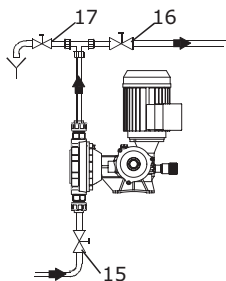

Рис. 17 Начальный пуск
1. Откройте всасывающий и нагнетательной запорные клапаны (15, 16), если они установлены (см. рис. 17).
2. Откройте клапан удаления воздуха (17), если он установлен на линии нагнетания или понизьте давление в линии нагнетания так, чтобы перекачиваемая среда могла выходить без преодоления противодавления.
6. Закройте клапан удаления воздуха (17), если он установлен.